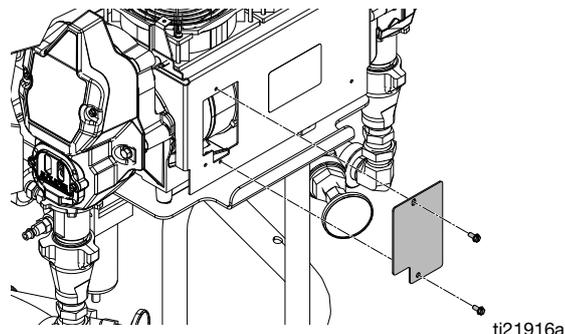

ABB. 19 Motorbürsten
6. Display-Steuerungsabdeckung (26) abnehmen. Die Motorkabel wie folgt abziehen:
- a. Die zwei Schrauben entfernen, um Zugang zur Abdeckung zu erhalten. Siehe **ABB. 19**, Seite 55.
- b. Die zwei Schrauben entfernen, um Zugang zur Abdeckung zu erhalten. Siehe **ABB. 19**, Seite 55.